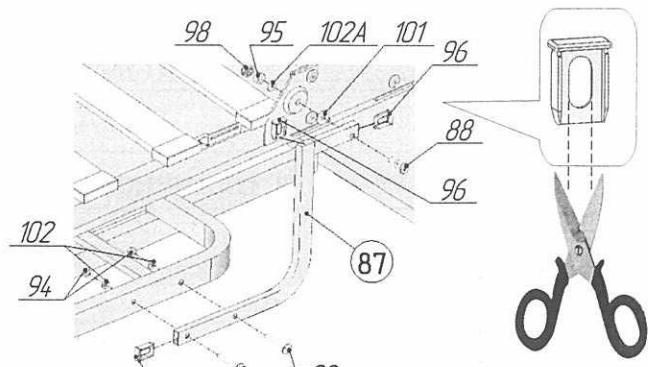

Рис.25.2
26. Вставить заглушки 10x20 поз.96 в торцы тяг-уголков поз.87 со стороны винтов M6x40 поз.92 (рис.25.1). Присоединить тяги-уголки к дивану с помощью винтов M6x40 поз.92, шайб Ø6x18 стальных поз.102, гаек M6 со стопорным кольцом поз.94. С другой стороны тяги-уголка поз.87 вставить заглушки 10x20 поз.96, предварительно расширив подрезанием места прохождения спецвинта малого поз.88 (рис.25.2).